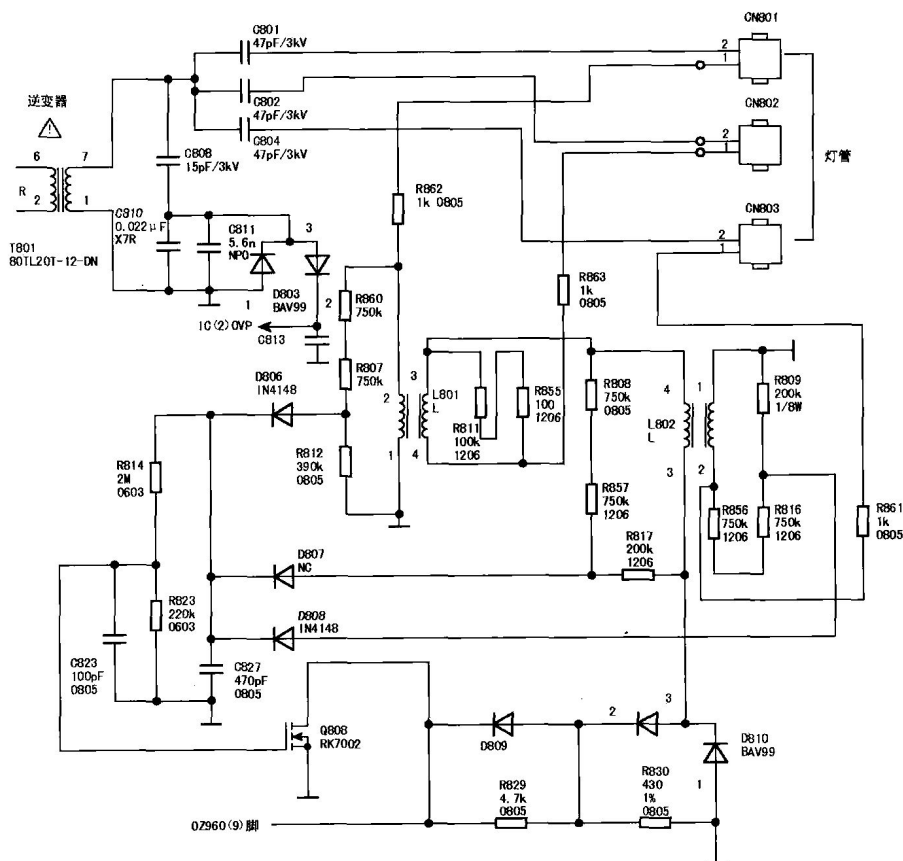

图 1-11 灯管开路保护电路
**灯管开路保护电路:** 此电路由图 1-11 中的 Q808 及接在每只灯管回路中的二极管 D806、D807、D808 和 Q808、D815、D817、D818 等电路组成。